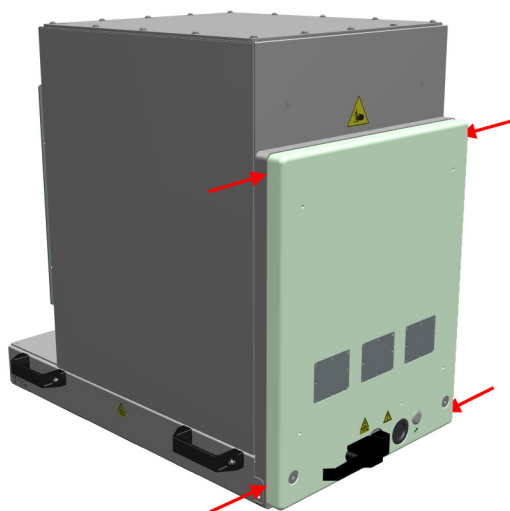

Bild 9-1: Fyra lägen (röda pilar) för att mäta dörrspalten
- Mät bredden på spalten mellan dörren och kammarens främre platta (som är riktad mot dörren) för vart och ett av dörrens fyra hörn. Du kan exempelvis använda ett bladmått för att mäta bredden. Bild 9-1 visar de fyra mätlägena.